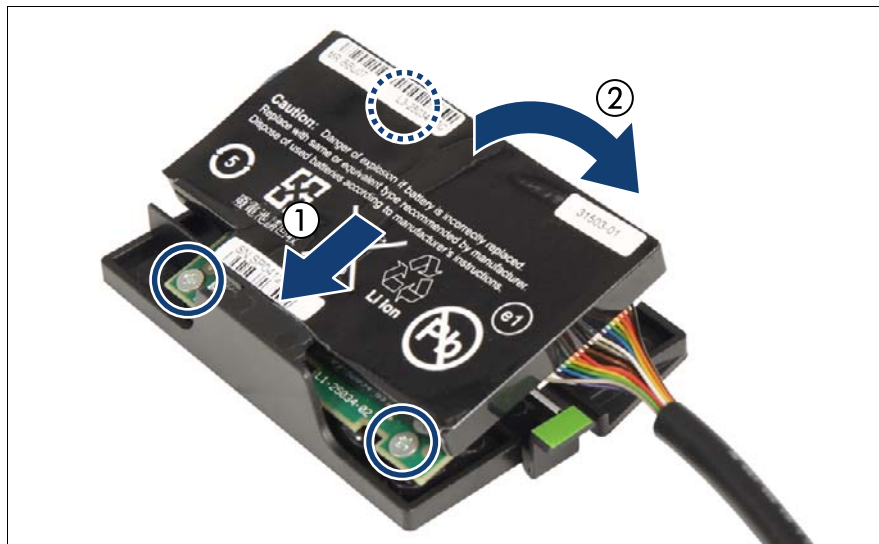
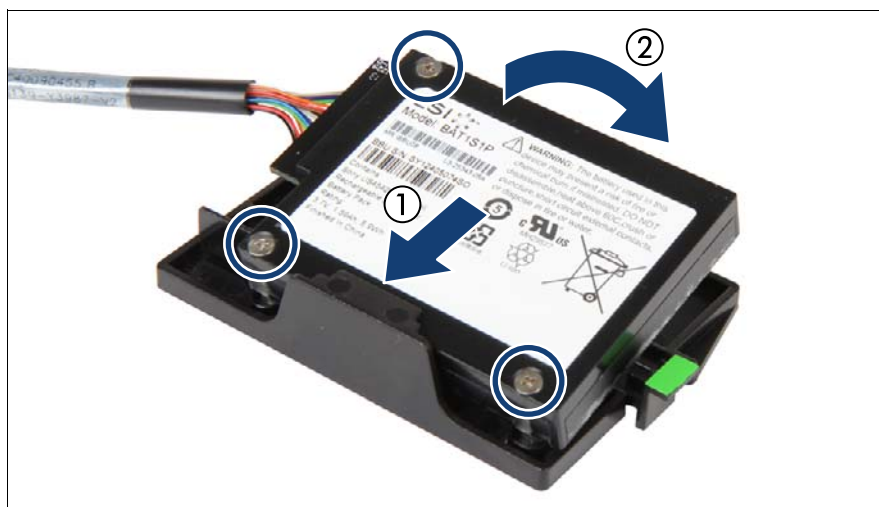

図 59: BBU ホルダーへの BBU の取り付け (例 A)
図 60: BBU ホルダーへの BBU の取り付け (例 B)
- i** 異なる BBU を使用できます。3本のボルトの位置(図 59 と図 60 の丸で囲んだ部分)を参照して、BBU を BBU ホルダーに取り付ける正しい位置を確認してください。